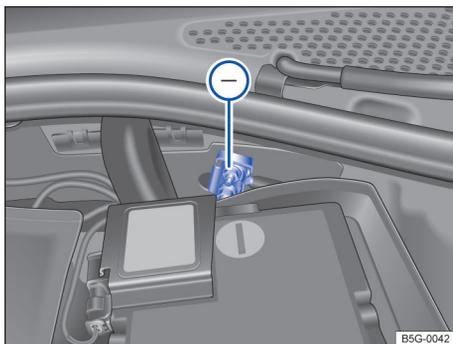

图 225 用于充电器负极连接的接地点
- 将黑色电缆的另一端  连接到无电蓄电池汽车发动机缸体上的螺栓连接金属部件上或发动机舱内的连接点上 → 图 225，连接点必须尽可能远离无电蓄电池 。
在利用外接电源对车辆蓄电池充电时，请勿将充电器的负极接在蓄电池的负极上，必须连接到发动机壳体上或发动机机舱内的接地点处→图 225。